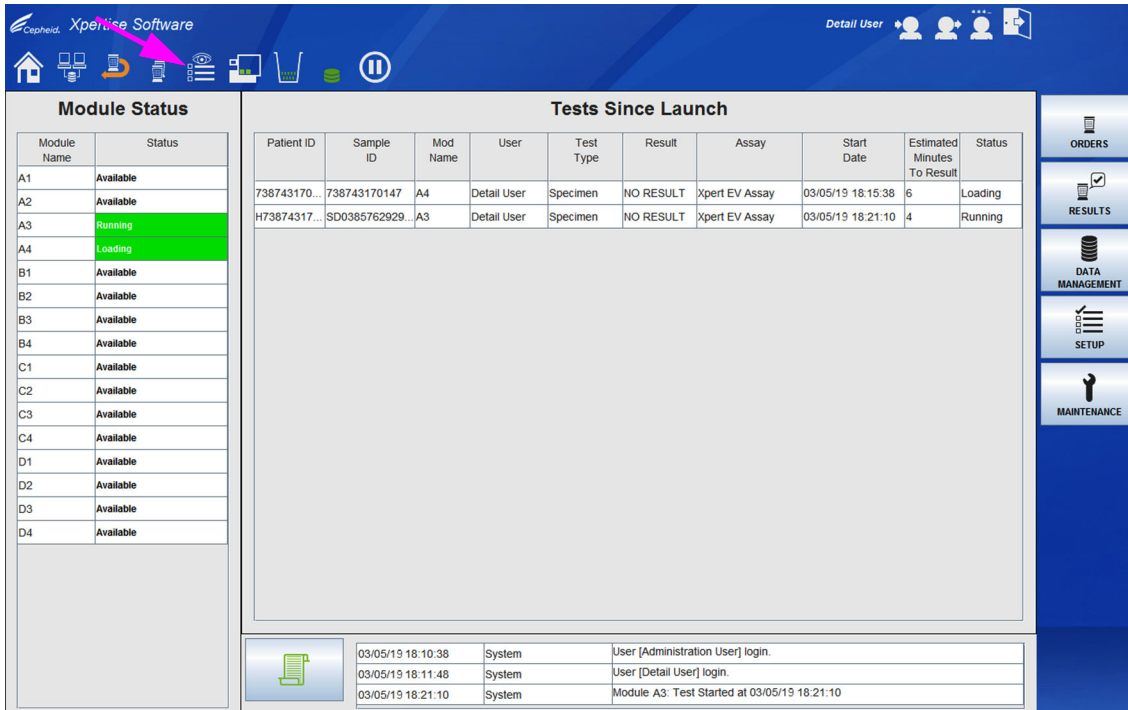

图 5-75. Xpertise 软件主页工作区
1. 从 Xpertise 软件主页工作区（参见图 5-75）中，选择控制面板上的**查看另一个测试 (View Another Test)** 图标，将显示查看另一个测试 (View Another Test) 工作区。请参见图 5-75。